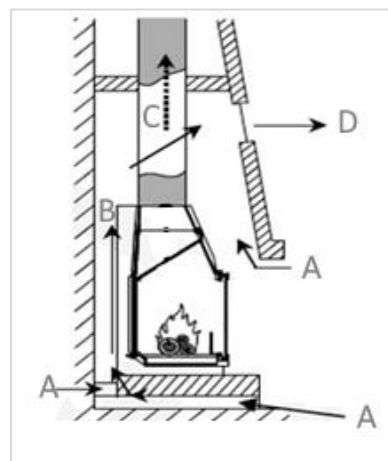

Figura 3
3. **CALOR POR CONVECÇÃO.** Para distribuir o calor por convecção gerado no interior do edifício, é necessário instalar grelhas de ventilação (uma na parte inferior e outra na parte superior). Isto cria um fluxo de ar para dentro e para fora do edifício. Veja a figura 3 para um exemplo de um fluxo de ar devido à convecção.